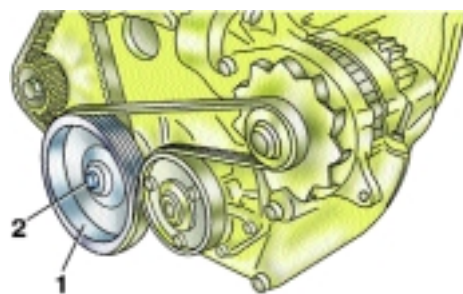

Рис. 2-110. Крепление шкива ремня привода вспомогательных агрегатов к коленчатому валу двигателя F3R 272: 1 - шкив; 2 - болт крепления шкива
5. Отвернуть болт 2 (рис. 2-110) крепления шкива 1 ремня привода вспомогательных агрегатов на переднем конце коленчатого вала и снять шкив.